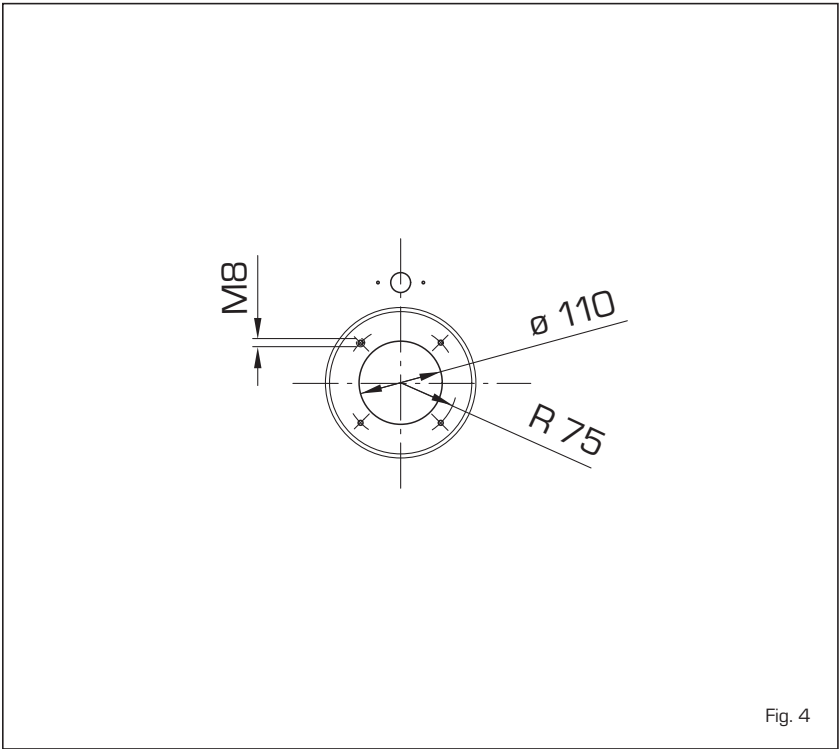

Fig. 4
1.7.2 Montaggio del bruciatore (fig. 4)
La porta della caldaia è predisposta per il montaggio del bruciatore (fig. 4).